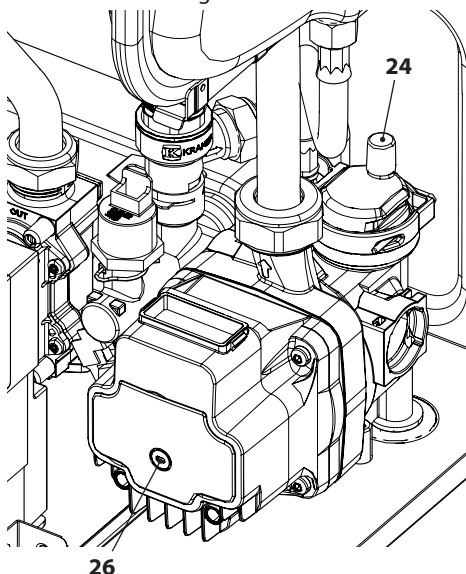

Figura 6.3
- Afloje el tapón de la válvula de purga automática 24 en la Figura 6.3.
- Quite el tapón 26 de la Figura 6.3 y desbloquee la bomba girando el rodete con un destornillador. Durante esta operación, purgue la bomba.